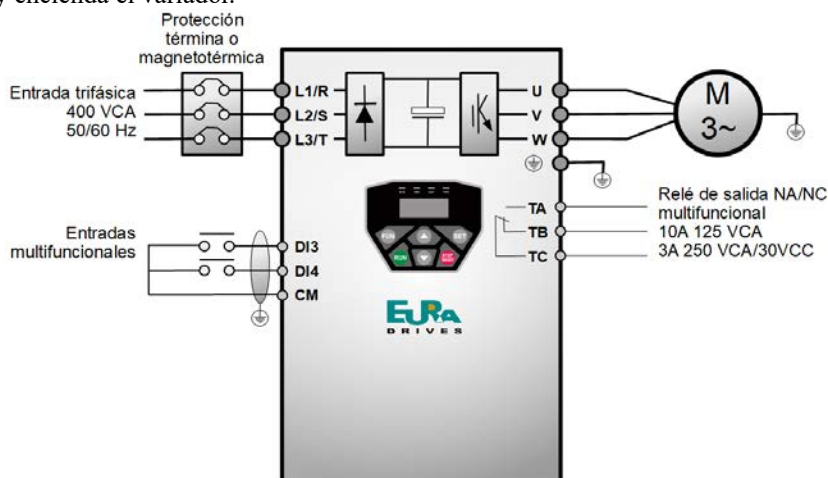

Figura 5.3.2 Diagrama de cableado
- (1) Conecte los cables de acuerdo con la Figura 5.3.2. Después de haber comprobado el correcto cableado, active la protección térmica y encienda el variador.